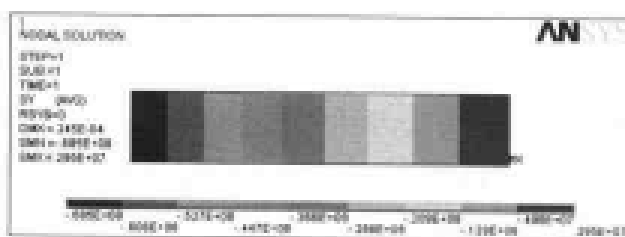

图 13-18 轴向应力场分布等值线图
(2) 选择 Main Menu | General Postproc | Plot Result | Contour Plot | Nodal Solu 命令, 出现 Contour Nodal Solution Data 对话框, 选择 Nodal Solution | Stress | Y-Component of stress 选项, 单击 OK 按钮, ANSYS 窗口显示轴向应力场分布等值线图, 如图 13-18 所示。